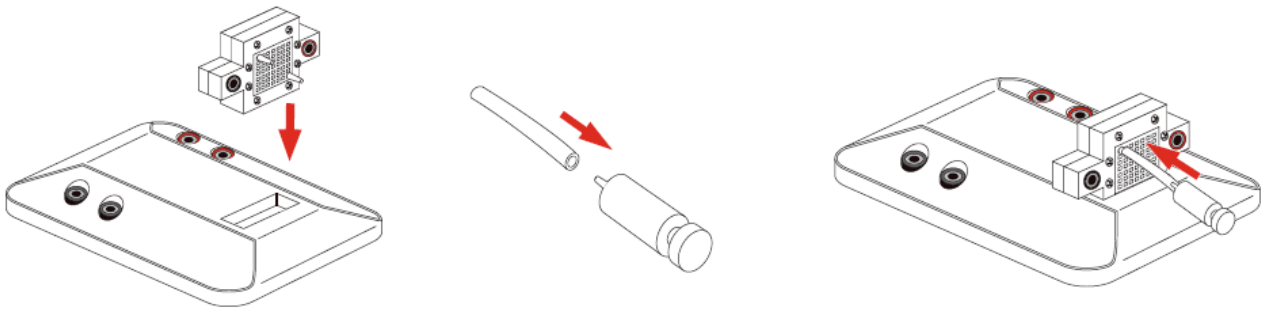

図 1. 燃料電池の組み立てとパージバルブの取り付け
① 銀色の保存袋から燃料電池を取り出し，図 1 に示したように燃料電池用端子台に取り付ける．この時，燃料電池と端子台の赤，黒の向きを合わせる．緑色のパージバルブが付いたゴムチューブを燃料電池の上側のノズルに取り付ける．